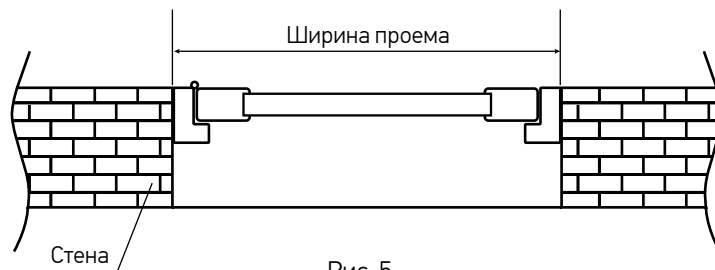

Рис. 5
2.4 Если установка в проем, то рекомендуется следующий расчет: (Ширина) = (Ширина проема (Рис.5))